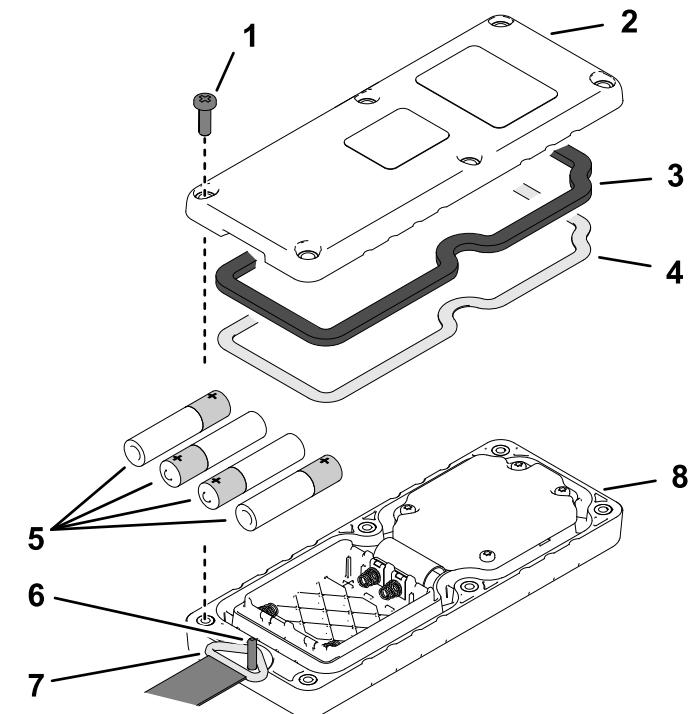

Figure 7
1. Retirez les 6 vis qui retiennent ensemble les deux moitiés du couvercle de la télécommande manuelle, et retirez le couvercle arrière (Figure 7).
3. Vérifiez que le joint en acier et le joint en caoutchouc (Figure 7) sont bien enfoncé dans la gorge de la moitié avant du couvercle.
4. Accrochez l'anneau sur la goupille de dragonne (Figure 7).
5. Fixez le couvercle arrière au couvercle avant à l'aide de 6 vis (Figure 7).